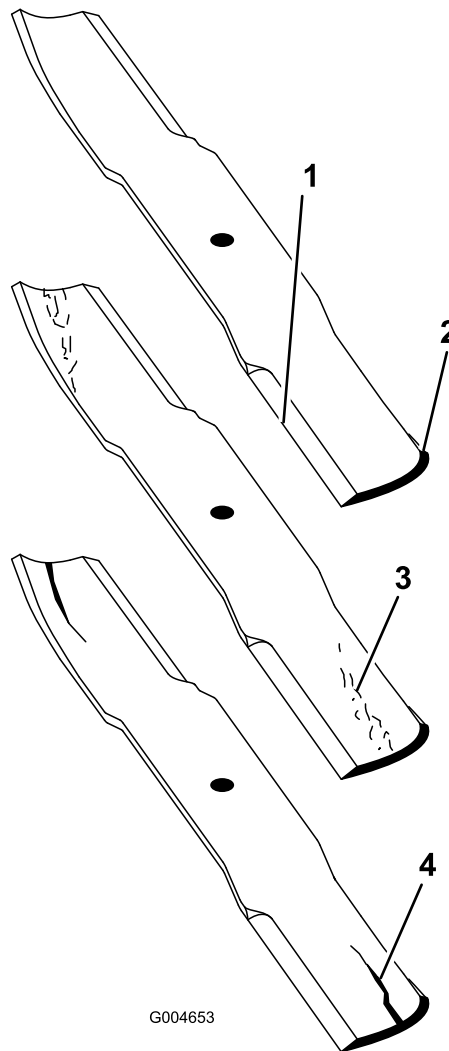

Figure 26
3. Examinez attentivement les tranchants de la lame, particulièrement au point de rencontre de la partie plane et de l'ailette (Figure 26).
**Remarque:** Le sable et les matières abrasives peuvent éroder le métal à cet endroit, c'est pourquoi il est important de contrôler l'état de la lame avant d'utiliser la tondeuse. Remplacez la lame si elle semble usée (Figure 26).